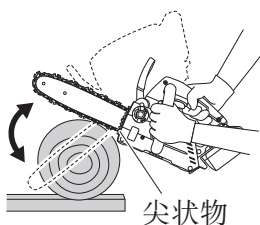

图 25
- (3) 在锯割较厚的木材时，将本机前部的尖状物压在木材上，然后将尖状物作为支点，以杠杆动作进行锯割，具体如图 25 所示。